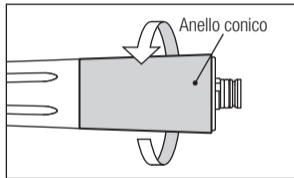

Fig. 14
- 1) Svitare e rimuovere l'anello conico sul retro del manipolo (X450L/X450) (Fig. 14).